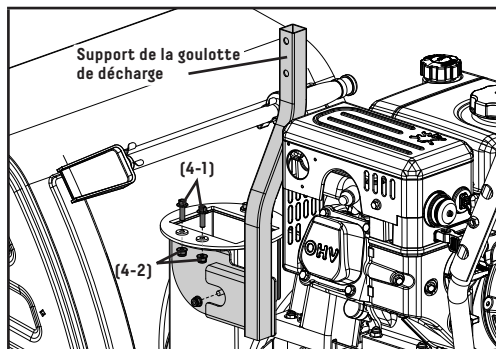

Figure 8
- Trouvez la position d'assemblage (figure 8).
- Enlevez les boulons (4-1) (figure 8) et les écrous (4-2) (figure 8) du corps principal, comme illustré (figure 8). Mettez-les de côté pour l'étape suivante.
- Fixez le support de la goulotte de décharge sur le corps principal au moyen des boulons (4-1) (figure 8).
- Serrez tous les écrous (4-2) comme illustré ci-dessous (figure 8). Ne serrez pas trop.